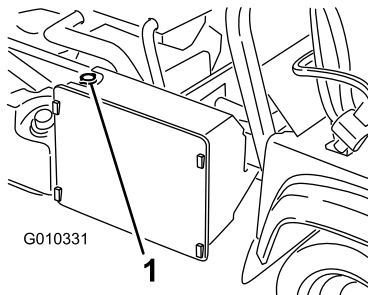

Figure 55
- Retirez le bouchon de radiateur (Figure 55).
- Faites l'appoint du radiateur et remettez le bouchon en place (Figure 55).